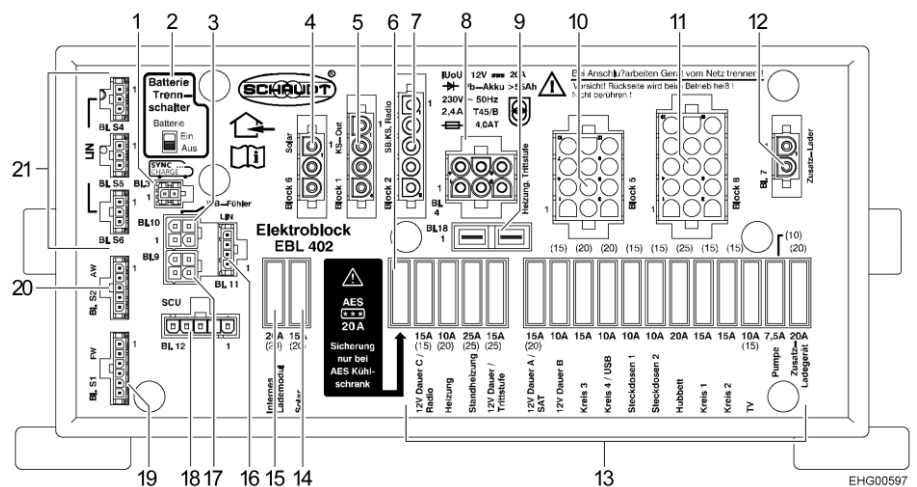

Bild 136 Elektroblock (EBL 402)
- Batterie-Trennschalter (Bild 136,2) am Elektroblock EBL 402 in Stellung "Aus" schieben.
- Batterie-Trennschalter (Bild 136,2) am Elektroblock EBL 402 in Stellung "Ein" schieben.